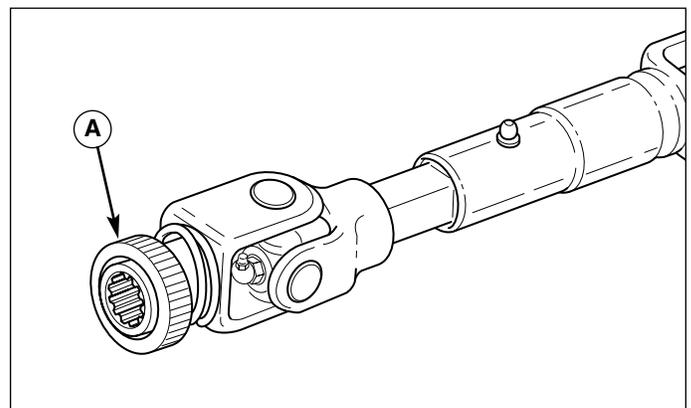

Figure 10. Arbre de transmission de la tondeuse
18. Tirer le collier de verrouillage (A, figure 10) de l'arbre de transmission en arrière et insérer l'arbre à fond dans la PDF.